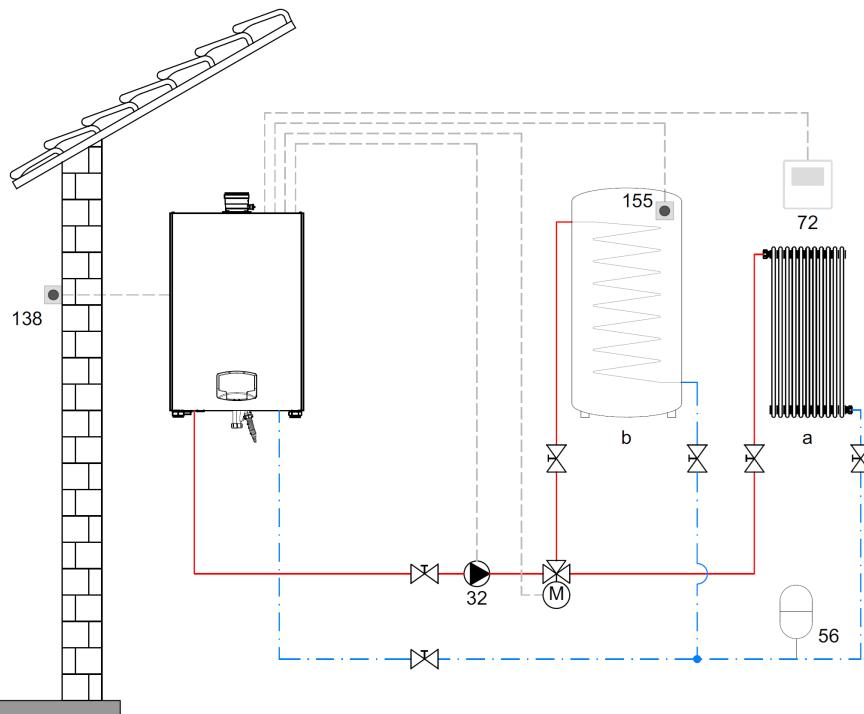
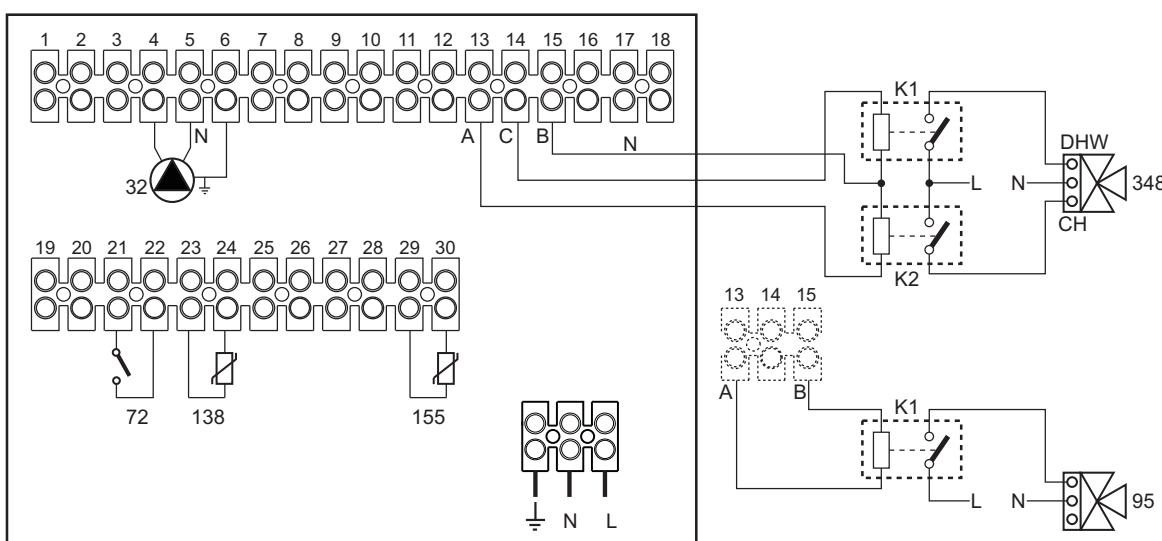

рис. 45
рис. 46
**Внимание! Во избежание повреждений платы рекомендуется использовать внешние реле для управления 3-ходовым клапаном, как показано на рис. 46.**
### Условные обозначения рис. 45, рис. 46